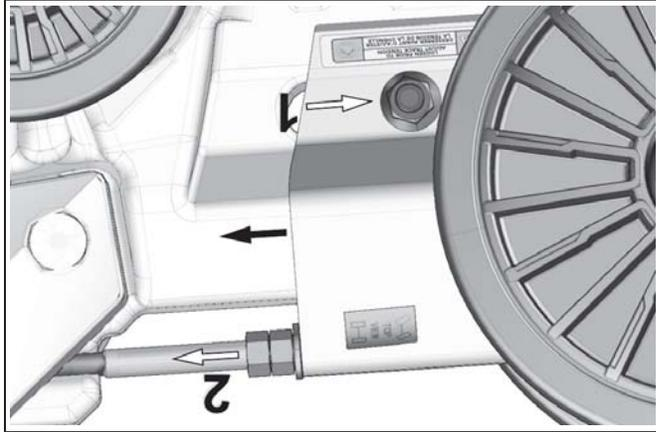

Figure 20
- Desserer l'écrou (1) du boulon de fixation du tensionneur de chenille
- Débloquer les deux écrous (2) de la tige tensionneur, régler le tensionneur de chenille au minimum. Voir la figure 20.